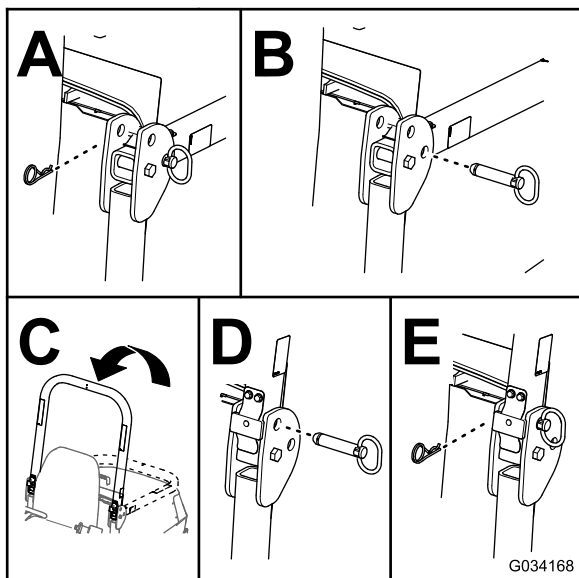

Figura 30
2. Retire las chavetas y los pasadores de la barra antivuelco (Figura 30).
3. Eleve la barra antivuelco y sujétela con los pasadores y las chavetas (Figura 30).